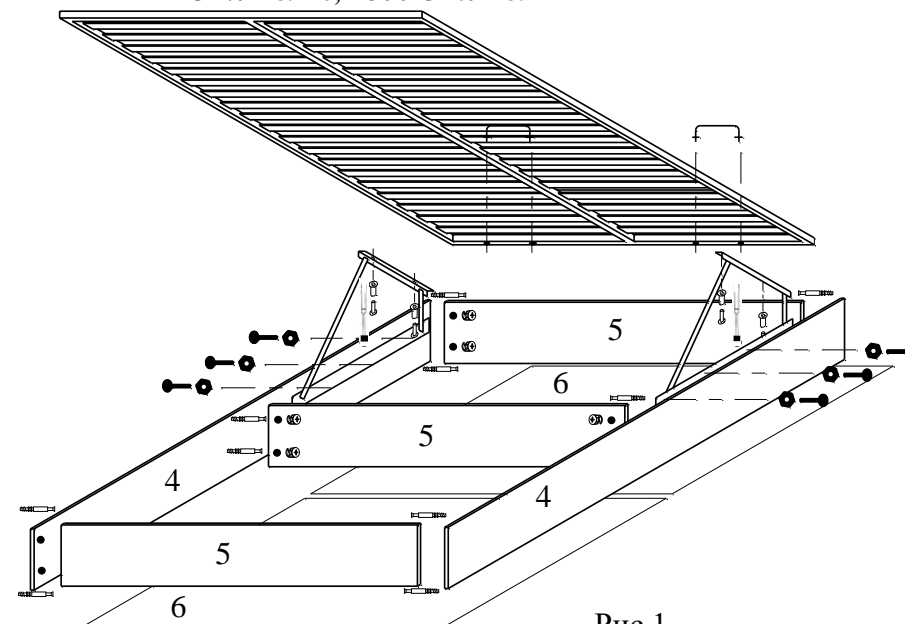

Рис.1
1. Закрепить на нижней части спинок (1,2) и царг (3) подпятники (J) на расстоянии ≈ 3 см от края.
2. Вкрутить стержни эксцентриков (С) в предварительно забитые в отверстия втулки на царгах короба (4) и стержни эксцентриков (Е) в отверстия на спинке (1).
3. Вставить шайбы эксцентриков (Е) в глухие отверстия на царгах (3) и шайбы эксцентриков (С) в глухие отверстия на перегородках (5).
4. Собрать короб подъемного механизма (рис.1), закрепив перегородки (5) на царгах короба (4), прижать стержни эксцентриков шайбами (С). Это достигается поворотом шайбы эксцентрика по часовой стрелке при помощи отвертки.
5. Прибить дно (6) к полученному коробу гвоздями (N) со стороны большего расстояния до крепления орт. основания на царгах короба (4).
7. Установить шканты (О) в отверстия на спинках (1),(2).
8. Соединить опору большую (2) и изголовье (7), загнав свободные концы шкантов (О) в изголовье (7) и вкрутить винты (V) в установленные бонки через отверстия в трубах (W). Верхние торцы труб (W) закрыть заглушками (X).
9. Вставить шайбы эксцентриков (Е) и бочонки стяжки (А) в глухие отверстия на царгах (3).